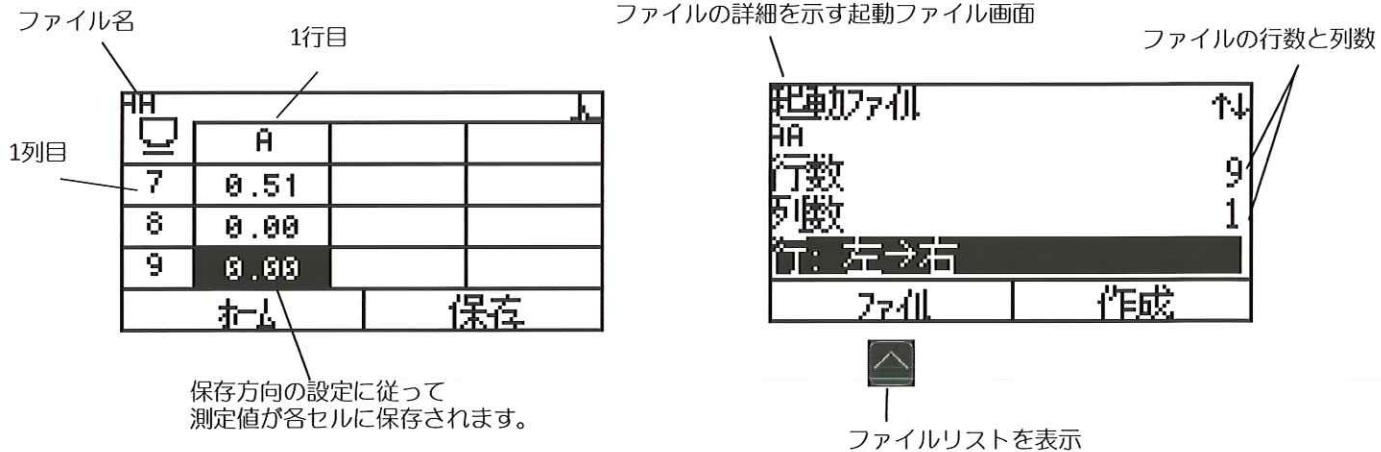

図 22: データファイル画面 (左) と起動ファイル画面 (右)
測定を行う前に、設定メニューで [データレコーダ] をオンに設定してください。オフに設定しているとデータファイル画面 (図 22) が表示されません。
2. キーを数回押して起動ファイル画面を開き、【起動ファイルなし】と表示されていたら【ファイル】の下のキーを押してファイル選択画面からファイルを選択します（図 22 参照）。